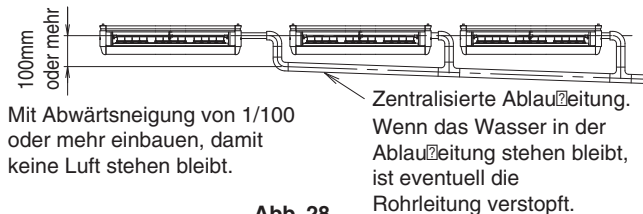

Abb. 28
- Um übermäßige Kraftauswirkung auf den angeschlossenen Ablaufschlauch (1) zu vermeiden, darf er weder geknickt noch verdreht werden. (Es kann Wasser austreten.)
- Zum Anschließen des zentralen Ablaufrohrs folgen Sie den Anweisungen in **Abb. 28**. Die Dicke des zentralen Ablaufrohrs wählen Sie entsprechend der Kapazität des Innenaggregats, an das es angeschlossen werden soll. (Siehe dazu die technischen Unterlagen)